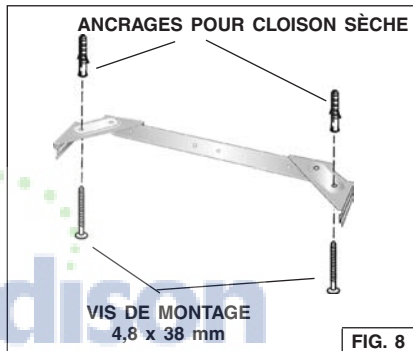

FIG. 8
3. Fixez l'ensemble du support au plafond à l'aide de 2 vis de montage de 4,8 x 38 mm et des ancrages pour cloison sèche. Fig. 8. Veillez à ce que le support soit poussé à fond contre la paroi au niveau du coin et soit centré au-dessus de la hotte.